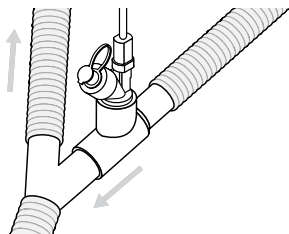

Abbildung 5. Aerogen Solo mit einem Beatmungsschlauchsystem für Erwachsene verbinden
1. Bei **Beatmungsschlauchsystemen für Erwachsene** (22 mm) den Vernebler mit dem T-Stück für Erwachsene im Inspirationsschenkel des Beatmungsschlauchsystems vor dem Y-Patientenanschlussstück anschließen (Abbildung 5).
Bei **Beatmungsschlauchsystemen für Kinder** (15 mm) den Vernebler mit dem T-Stück für Kinder im Inspirationsschenkel des Beatmungsschlauchsystems vor dem Y-Patientenanschlussstück, wie in Abbildung 5 gezeigt, anschließen. Abbildung 5